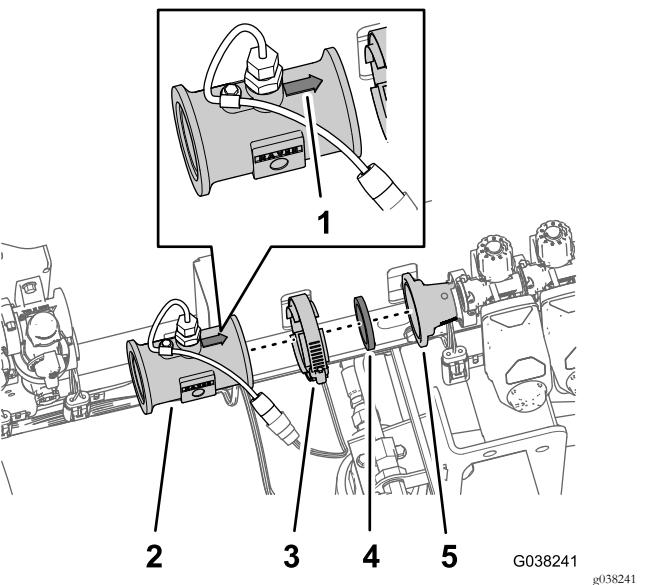

图53
1. 将流量表与左喷洒阀的异径管适配器对齐使流量表箭头向右 图53。
2. 使用在 从阀门歧管卸下流量表 \(页码 9\) 的步骤 2 和 3 中卸下的垫片和法兰夹具将流量表安装到异径管适配器上 图53。